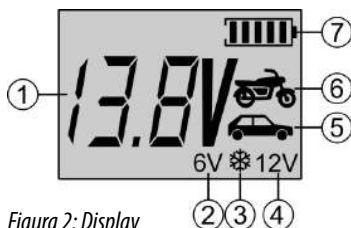

Figura 2: Display
Il simbolo della batteria visualizzato sul display (7) (figura 2: Display) mostra il livello di carica attuale della batteria.